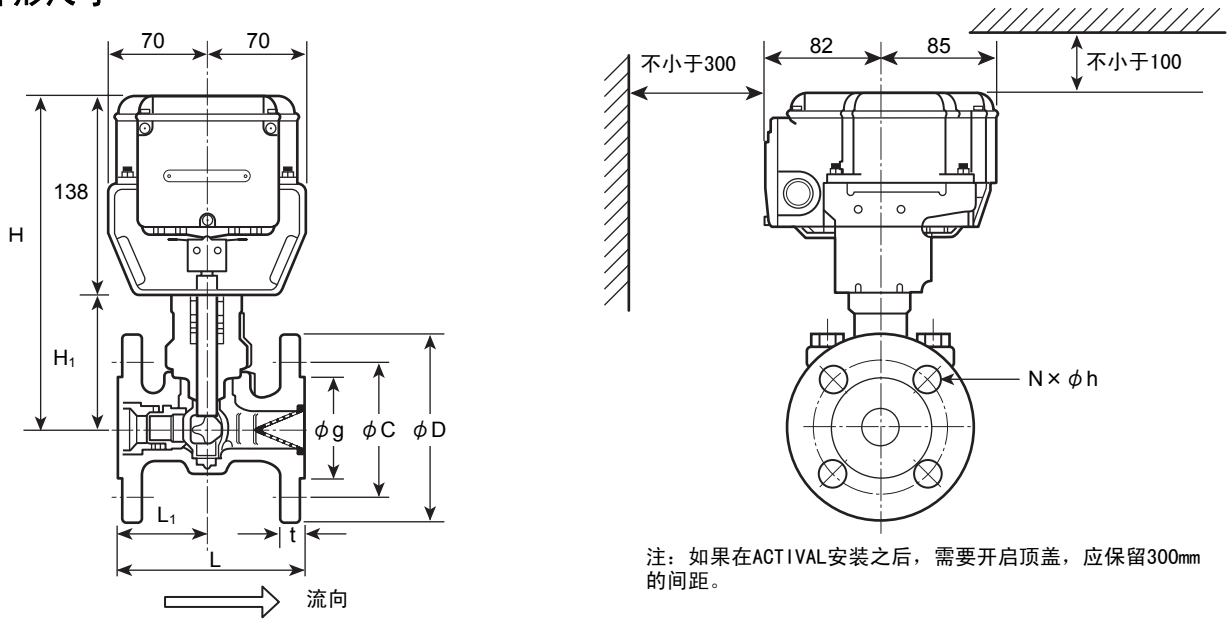

图 2 尺寸 (mm) 阀体 (GB HT200)
- 2) 将 ACTIVAL 产品安装在便于维护和检查的位置。图 2 显示了用于维护和检查的最小间距。如果将 ACTIVAL 产品安装在顶棚空间时, 请在阀门下放置一个接水盘。